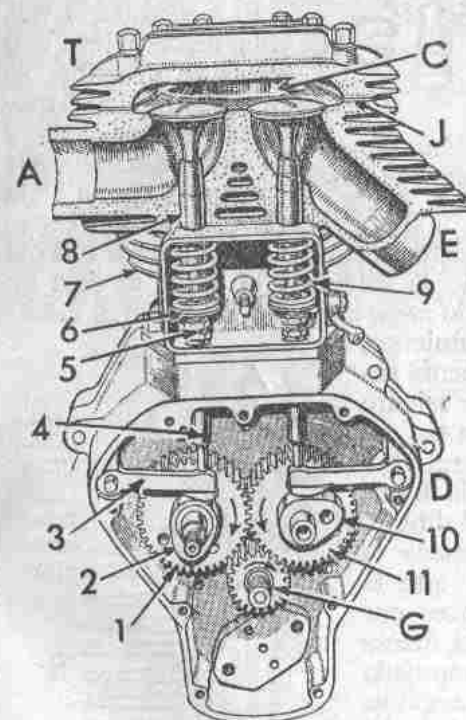

Fig. 22.—Distribución (por válvulas laterales).
**Distribución** (fig. 22).—Es el conjunto de piezas que regulan la entrada y salida de gases en el cilindro C, y consta de: las válvulas que tapan o abren la admisión A y el escape E;
Las guías 8 de las válvulas (figs. 22 y 23) son casi siempre postizas, tubos encajados a gran presión en el cuerpo 7 del cilindro, y que así pueden reponerse—a la vez que la válvula—cuando su ceñido ajuste a esta adquiere holgura.
El mando de la válvula, desde la leva que luego se describe, se efectúa (fig. 22) mediante el empujador 4 en cuya parte superior 5 se apoya la cola de la válvula; esa parte 5 se
Las levas 2 y 10 (fig. 22) son unas prominencias de los ejes en que van montadas para levantar las válvulas de sus asientos cuando el saliente de la leva se aplica contra el talón del empujador 4. Hay una leva por cada válvula, disponiéndose unas veces separadas en árboles o ejes distintos, como en la figura 22, o bien pueden ir
1. Si son *laterales* (fig. 22) quedan en el ensanchamiento que la cámara de compresión forma a un costado del cilindro C, por lo que esta disposición se conoce con el nom-
y éste con el otro (figs. 22 y 37-1). En cualquier caso, todos los piñones tienen marcas—visibles en los dos ejemplos de la figura 37—para poderlos montar de modo que queden exactamente regulados los momentos de apertura y cierre de las válvulas. Estas *cotas* en ningún caso deben ser modificadas por el motorista, porque el fabricante ya las calculó para conseguir el máximo rendimiento. Ciertamente es que el motorista puede preparar su máquina para obtener más potencia y velocidad; pero, como más adelante se explica, podrá hacerlo actuando sobre la relación de compresión, encendido, etc., mas no alterando la distribución.